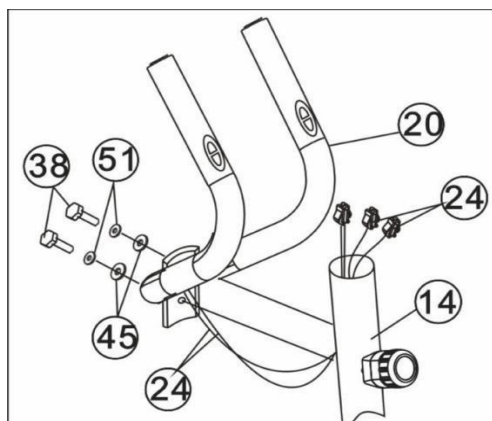
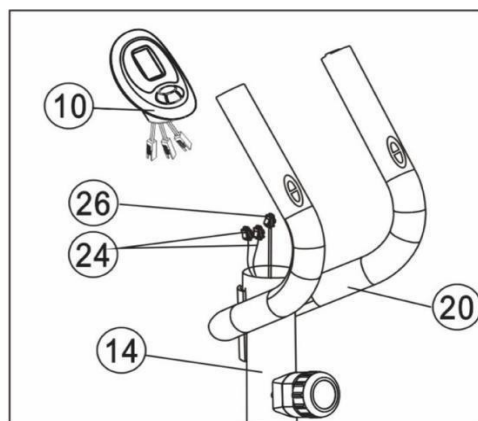

Figure 4
Figure 5
- a. Stecken Sie die Handpulsdrähte (24) von der Handpulsstange (20) in das Loch auf der Rückseite des vorderen Pfostenrahmens (14) und ziehen Sie sie dann aus dem oberen Loch des vorderen Pfostenrahmens (14) heraus.
- b. Befestigen Sie die Handpulsstange (20) mit zwei $\Phi 8$ -Bogendistanzstücken (51) und M8 x 20-Schrauben (38) an der Nut des vorderen Ständerahmens (14). (Siehe Abbildung 4)
- a. Verbinden Sie die Impulsdrähte (24) mit dem Sensordraht 2 (26) und stecken Sie die zusätzlichen Drähte in das Rohr.
- b. Befestigen Sie den Computer (10) an der Oberseite des vorderen Ständerahmens (14) und ziehen Sie ihn mit der Kreuzschlitzschraube M5 x 10 (75) fest. (Siehe Abbildung 5)